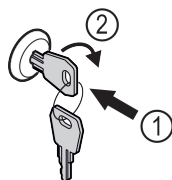

Fig. 149 Reprezentare exemplificatoare
- Introduceți cheia prin apăsare Fig. 149 (1).
- Rotiți cheia cu 90° în sensul acelor de ceasornic Fig. 149 (2).